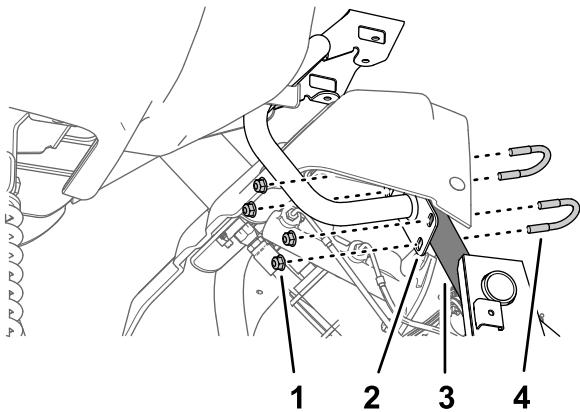

Figura 162
- Monte a placa da montagem do monitor no tubo de suporte da estrutura da máquina (Figura 162)